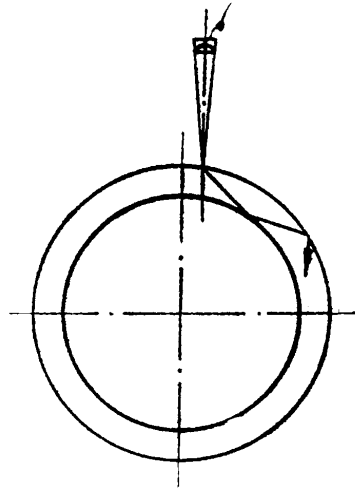

图2 纵向检查
4.1 用脉冲反射液浸探伤法对管子逐根作两个相反圆周方向的螺旋式扫查。探头相对于管子的配置如图 2 所示,以检查管子的纵向缺陷。